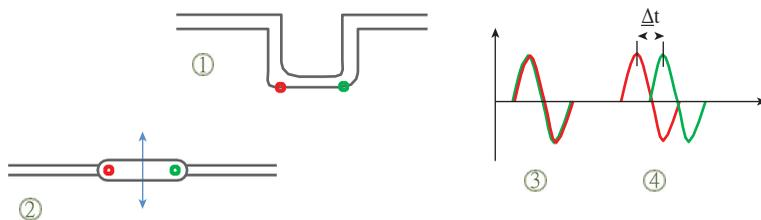

Рисунок 2.7
наиболее общие из них выполнены таким образом, что могут быть обнаружены как частота колебаний (2), так и фазовый сдвиг (4) между входом и выходом участка трубы (1) (рис. 2.7). Поскольку плотность и скорость будут влиять на механические силы, фазовый сдвиг будет пропорционален массовому потоку. Из-за напряжений и смещений в трубопроводной системе также может иметь место небольшой остаточный сдвиг фазы при нулевом потоке (3), который устраняется путем регулировки нулевой точки после установки. Сила Кориолиса впервые наблюдалась на вращающихся объектах, но поскольку движение вибрирующих (или качающихся) труб можно рассматривать как небольшую часть вращения, эффект Кориолиса также будет наблюдаться в вибрации. Трубы можно конструировать множеством способов и вы найдете измерители с различными форменными трубами. Хитрость заключается в том, чтобы найти хорошую и гибкую конструкцию, которая обеспечит эффект Кориолиса, а также прочную конструкцию, на которую не влияют внешние силы и вибрации.